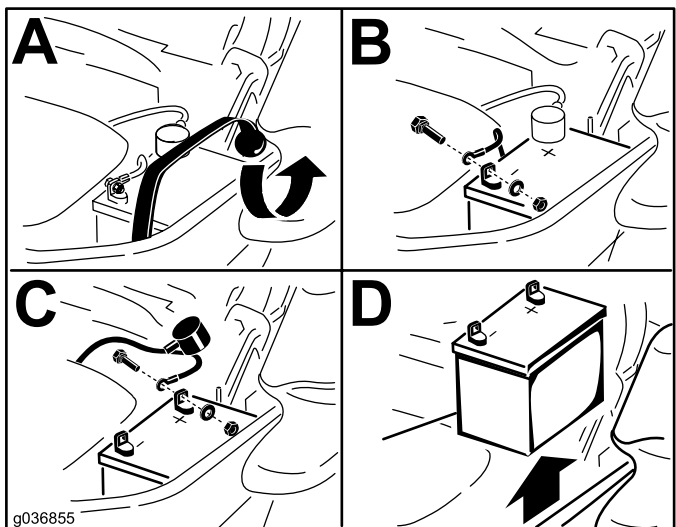

Figura 53
3. Îndepărtați bateria în modul indicat în Figura 53.
1. Amplasati bateria în compartimentul său cu clemele față în față cu rezervorul hidraulic (Figura 53).
4. Fixați cablurile cu 2 uruburi, 2 piulie și 2 contrapiulie (Figura 53).
6. Fixați bateria cu elementul de fixare din cauciuc (Figura 53).